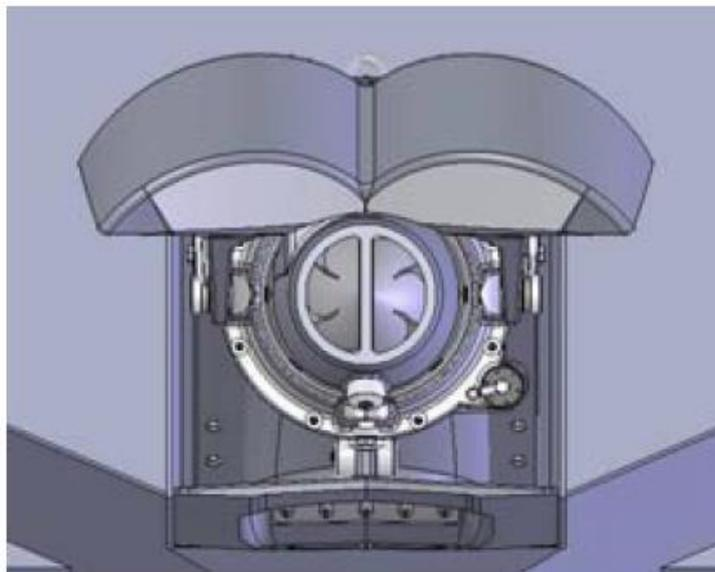

Figura 31. Controllo dello statore
3. Controllare statore ed ugello (figura 31).